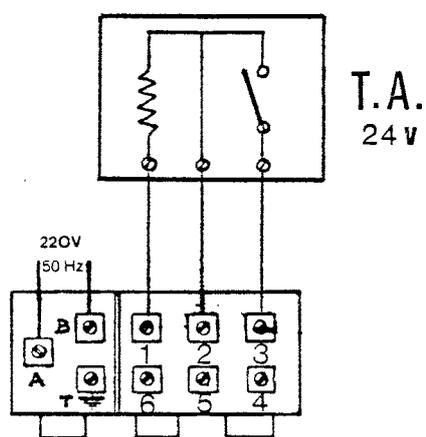

Fig. 11
7.4. RACCORDEMENT ELECTRIQUE (Fig. 11, 12 et 13)
. Thermostat d'ambiance : type 24 Volts (Fig. 11)